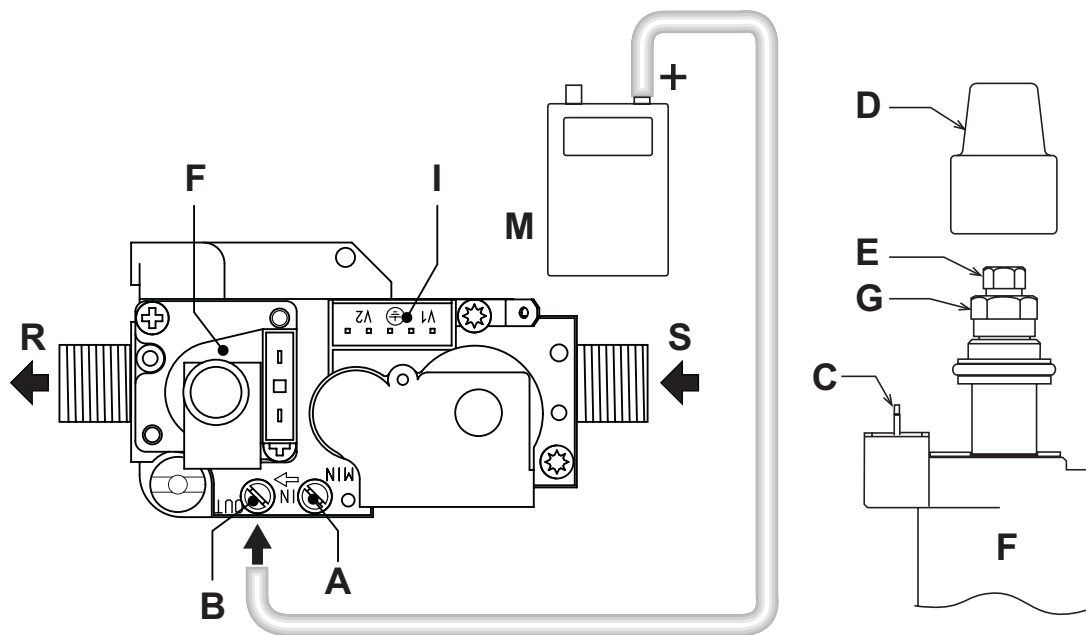

Abb. 23 - Gasventil
- Bei der Installation der Rohrleitungen und des Anschlusszubehöres beachten Sie die Maße in Abb. 23.
- Montieren Sie die Montageschiene entsprechend der Maße in Abb. 23 an die Wand.